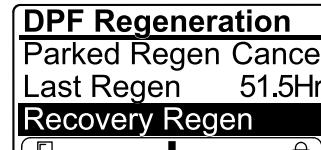

Figure 54
- Si le calculateur moteur n'a pas demandé de régénération d'urgence et que vous naviguez jusqu'à l'option RECOVERY REGEN, la régénération d'urgence se bloque et l'icône de blocage (Figure 54) apparaît en bas à droite de l'InfoCenter.